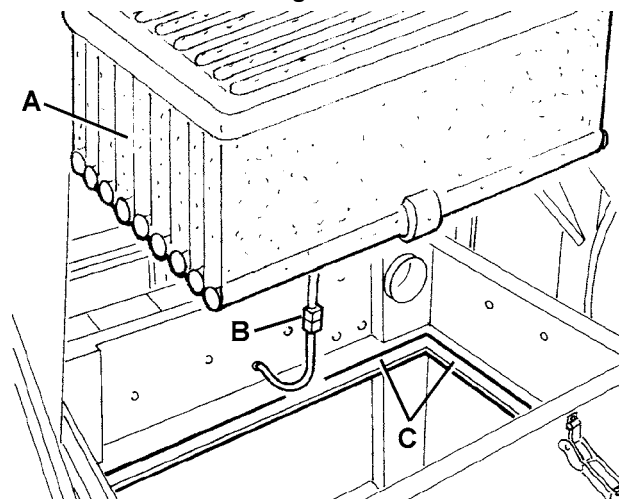

Figure 17
7. Débrancher le connecteur (B, Fig. 17) du secoueur et enlever le filtre à poussière (A).
1. Si besoin est, nettoyer le long du périmètre du joint en caoutchouc (C, Fig. 17) et contrôler que le joint est intact. En cas contraire, le remplacer.